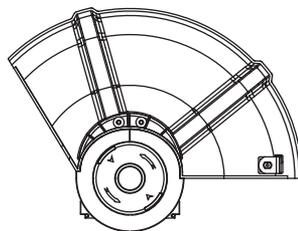

Fig. 5
1. Placer l'outil sur le dos sur une surface de travail propre (Fig. 5).